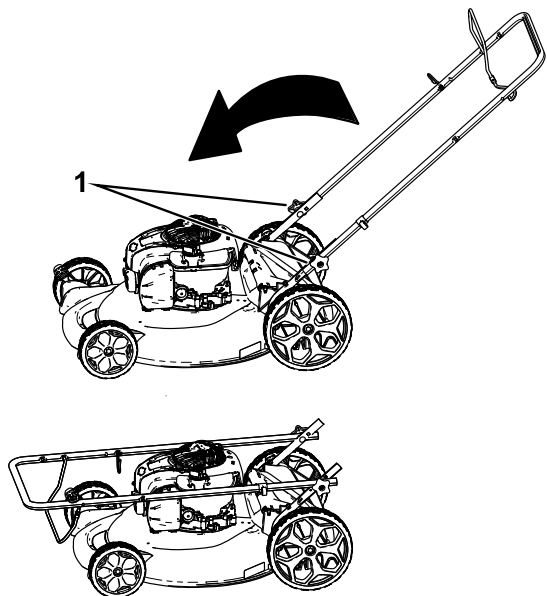

Figure 14
2. Desserrez les boutons du guidon jusqu'à ce que le guidon bouge librement (Figure 14).
1. Bouton du guidon (2)
3. Rabattez le guidon en avant comme indiqué à la Figure 14.